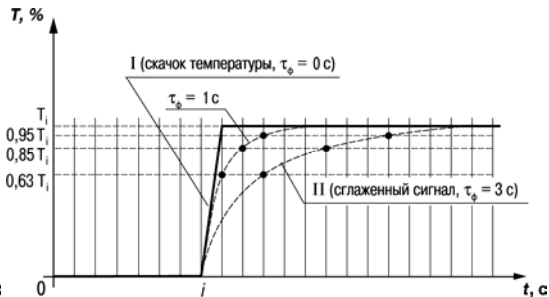

Рисунок 3.5
3.1.4.4.3 Цифровой фильтр устраняет шумовые составляющие сигнала, осуществляя его экспоненциальное сглаживание. Основной характеристикой экспоненциального фильтра является τ_ϕ – постоянная времени цифрового фильтра, параметр $\bar{c}nF1$ ($\bar{c}nF2$) – интервал, в течение которого сигнал достигает 0,63 от значения каждого измерения T_i (рисунок 3.5).